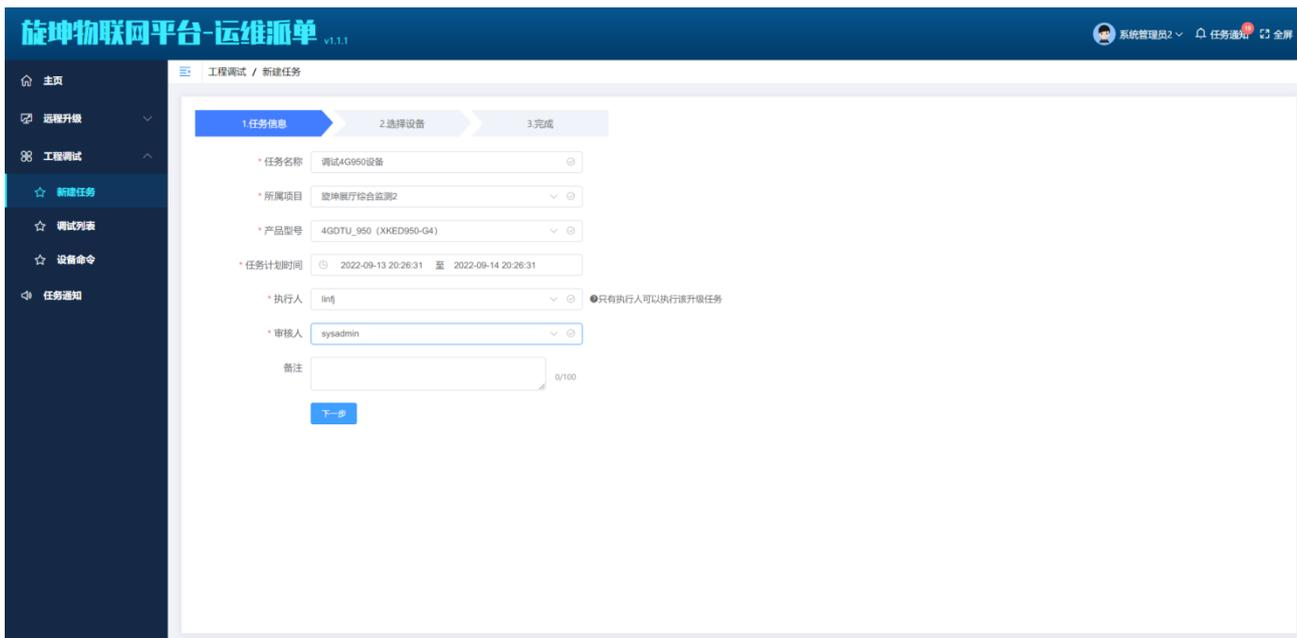

图 1.8.3.1-1
① 选择“远程升级”模块下的“新建任务”，如下图 1.8.3.1-1 所示→填写任务信息后点击【下一步】按钮。